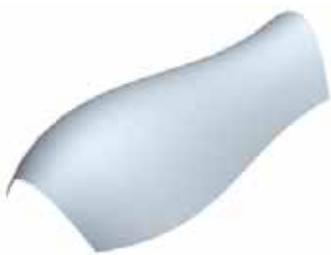

图 24-2
- (1) 单击菜单【文件】 【打开】命令。
- (2) 打开配书光盘中名称为“openexe24.prt”的模型文件，如图 24-2 所示。